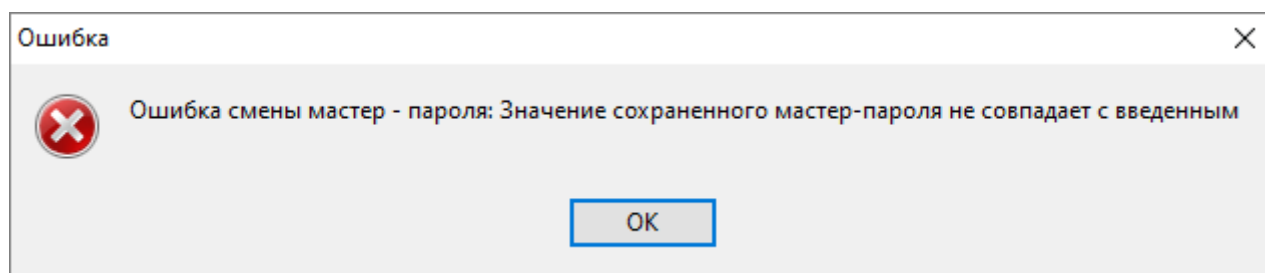

Рисунок 4-18 Информация об ошибке при изменении мастер-пароля
- если текущий мастер-пароль был указан неправильно, то отобразится окно с соответствующей информацией об ошибке (см. Рисунок 4-18).